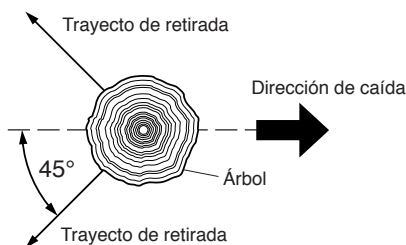

Figura 7 - Trayecto de retirada de un árbol
3. Planee y despeje un trayecto de retirada para el momento de la caída. Éste debe ser en sentido contrario al de la caída del árbol y a un ángulo de 45° (vea la Figura 7).